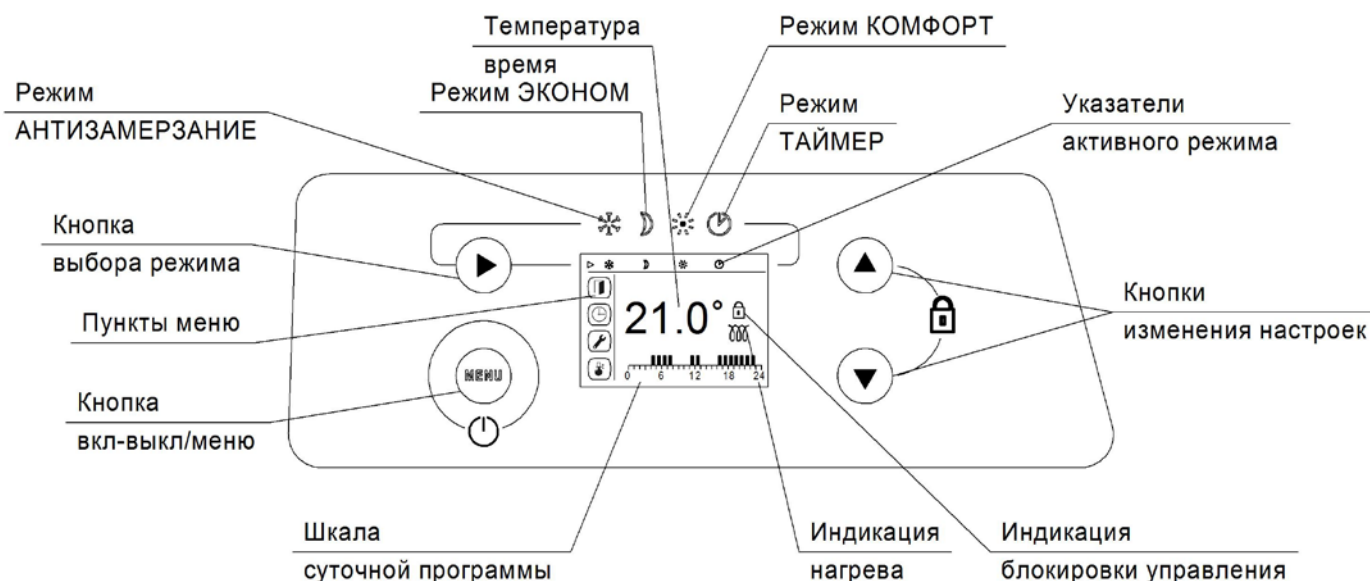

Рис. 5
5.7 Вставьте вилку шнура электропитания конвектора в розетку электросети. Засветится дисплей на панели управления (рис. 5), на дисплее отобразится текущее время. Конвектор готов к работе.